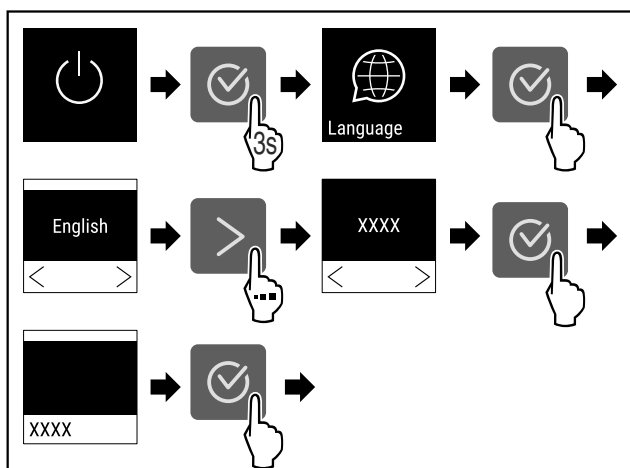

Fig. 52
- Eseguire i passi (vedere Fig. 52).